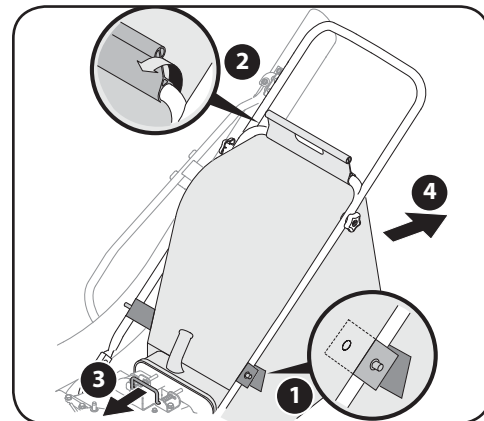

Figure 3-2
2. Décrochez l'attache du sac de la poignée inférieure. Voir Figure 3-2.